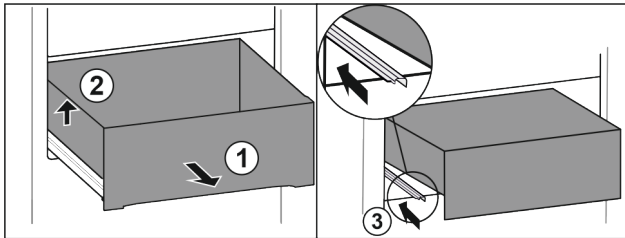

Fig. 13\*
- ▶ Lade er volledig uittrekken Fig. 13 (1).\*
- ▶ Lade links optillen Fig. 13 (2).\*
- ▶ Linker rail erin schuiven Fig. 13 (3).\*